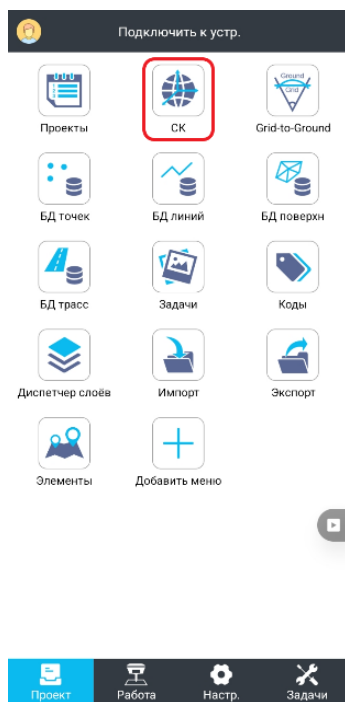

Рисунок 3.2.14
2. **Перейдите на вкладку СК** (Рисунок 3.2.14).